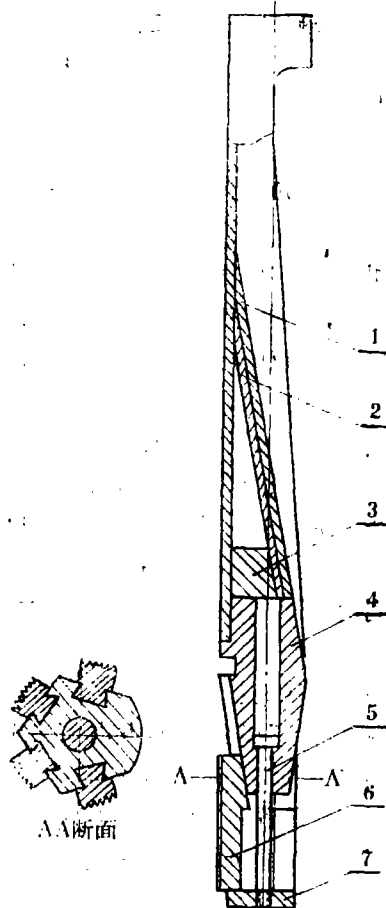

图3 活动偏心楔
1. 活动偏心楔(图3) 卡瓦(6)和卡头(4)是用燕尾槽连接的。卡头为五方锥体,卡瓦可上下滑动。下钻时将卡瓦滑到底部,靠托盘(7)托住。此时外径为110毫米。